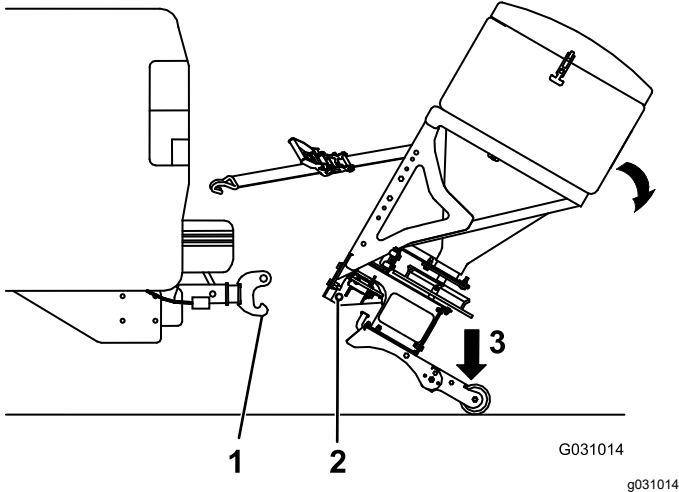

Figure 12
- Empoignez fermement l'épandeur et appuyez le pied sur le pied de support pour le faire pivoter en arrière jusqu'à ce que la goupille inférieure de l'accouplement RT3 passe au-delà du crochet sur l'attelage RT3 (Figure 12).